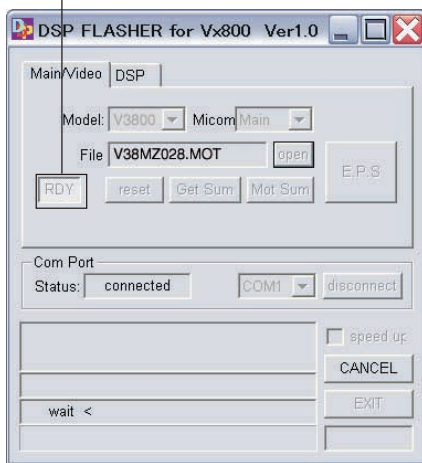

Fig. 6
4. Press the [RDY] button. (Fig. 6)
4. [RDY]ボタンを押します。(Fig. 6)